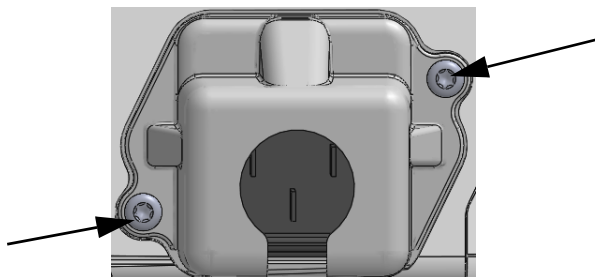

图 3-5 HemoSphere 电源接入盖 — 螺钉位置
- 1 如果电源接入盖已安装，移除将电源接入盖固定至监护仪后面板上的两颗螺钉（图 3-5）。